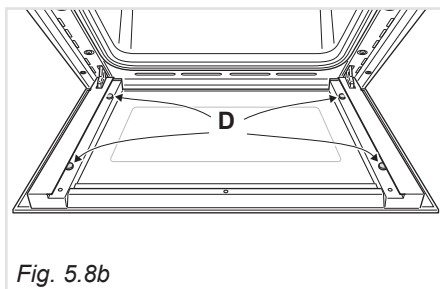

Fig. 5.8b
- Assicurarsi che la porta sia bloccata aperta (fig. 5.8b).
- Verificare che i 4 distanziatori "D" siano nella loro posizione (fig. 5.8b).